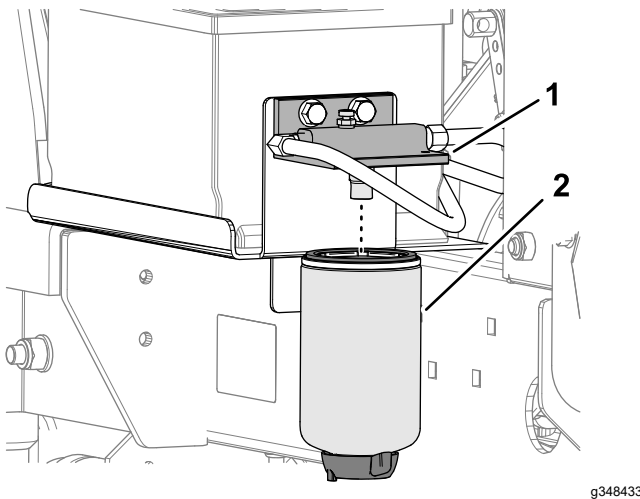

Figura 69
3. Coloque un recipiente limpio debajo del filtro de combustible (Figura 69).
7. Limpie la zona alrededor de la cabeza del filtro de combustible (Figura 69).
8. Retire el cartucho del filtro y limpie la cabeza del filtro (Figura 69).